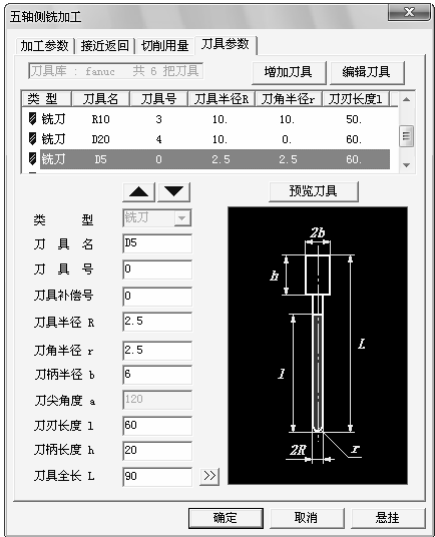

图 5-53 “刀具参数”选项卡
4) 单击“刀具参数”选项卡，选择刀具名称为“D5, r2.5”的铣刀，D 代表刀具直径，r 代表刀角半径的球刀。具体“刀具参数”参数数值如图 5-53 所示。